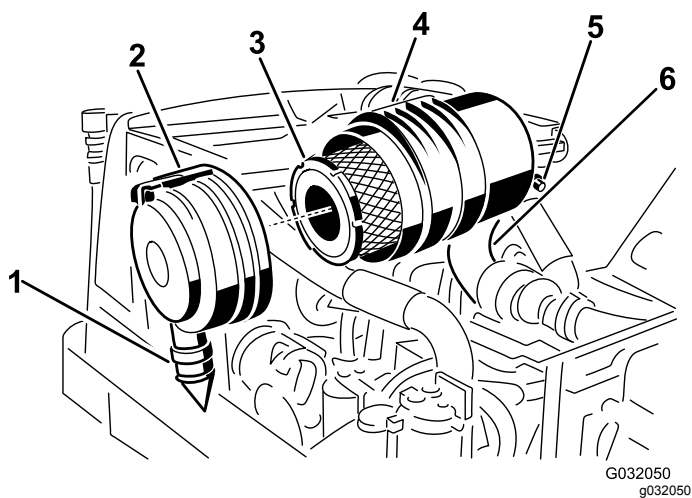

図 48
2. 主フィルタを外す 図 48。
3. 主フィルタを交換する 図 48。
7. アウトレットバルブが下向き後ろから見たとき、時計の5時と7時の間になるようにカバーを取り付けてラッチを掛ける 図 48。